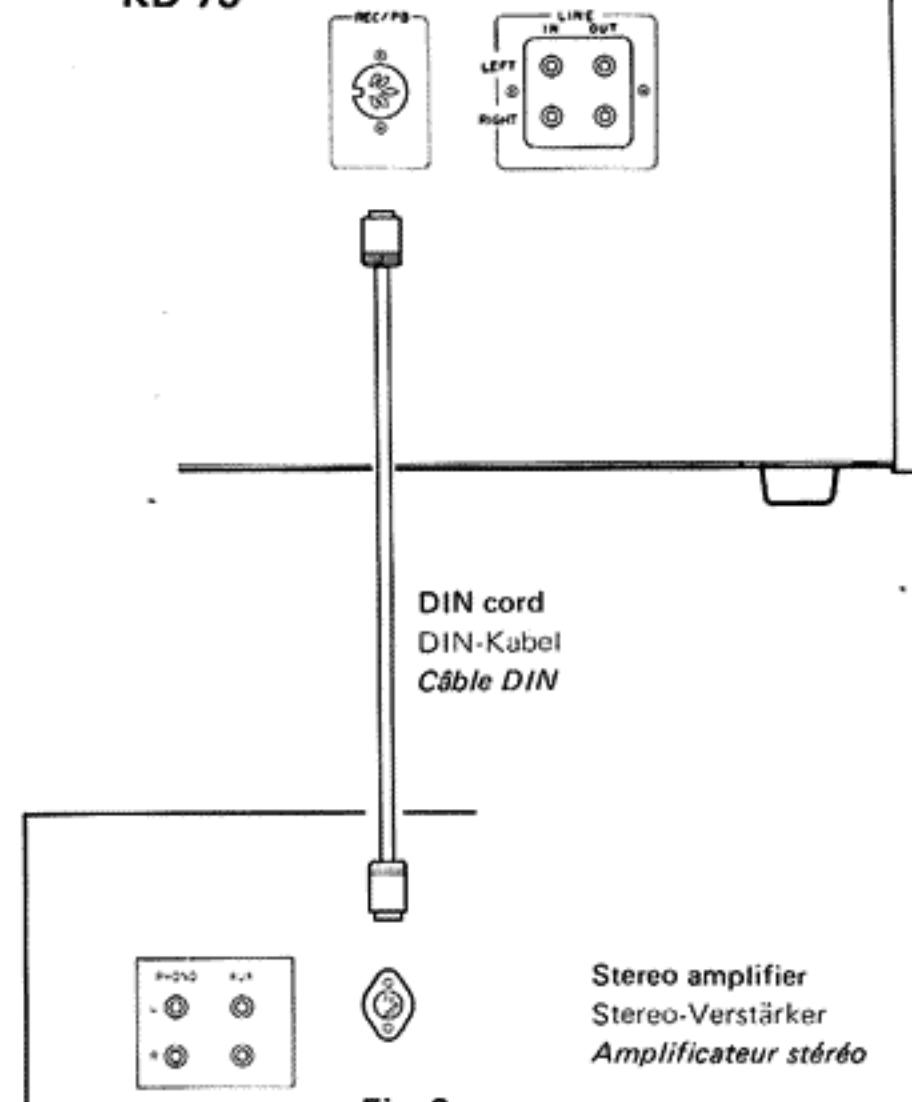

Fig. 6
2. Connecting to a stereo set with a DIN cord (Fig. 6)
2. Anschluß an eine Stereo-Anlage mit einem DIN-Kabel (Fig. 6)
2. Raccordement à un ensemble stéréo avec cable DIN (Fig.6)